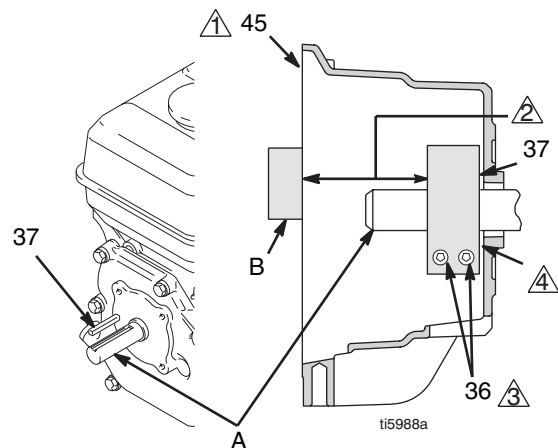

FIG. 10
4. FIG. 10. Desserrer les deux vis (36) de la bride (38).
5. Introduire un tournevis dans la fente de la bride (38) et démonter la bride.
1. FIG. 10 Monter la clavette de l'arbre moteur (37).
2. Tapoter sur la bride (38) pour l'enfiler sur l'arbre moteur (A). Respecter les cotes indiquées en 2. Le chanfrein doit être orienté vers le moteur.
3. Contrôler les cotes : Passer une barre d'acier rigide rectiligne (B) à la surface du carter d'embrayage (45). À l'aide d'un instrument de mesure approprié, mesurer l'écartement entre la barre et la surface de la bride. Ajuster la bride si nécessaire. Serrer les deux vis (36) à $14 \pm 1,1$ N.m.
4. Monter l'induit (39) sur l'arbre moteur.
5. Mettre les quatre vis (36) et les rondelles (35) et serrer à 14 N.m.